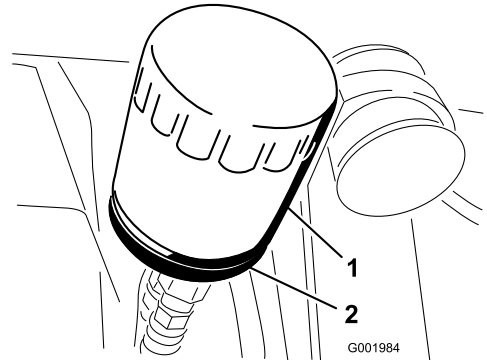

Figura 49
2. Retire o filtro do óleo (Figura 49).
5. Coloque o filtro de substituição no adaptador do filtro. Rode o filtro de óleo no sentido dos ponteiros do relógio até que a junta de borracha toque no adaptador do filtro e, em seguida, aperte o filtro mais 1/2 volta (Figura 49).